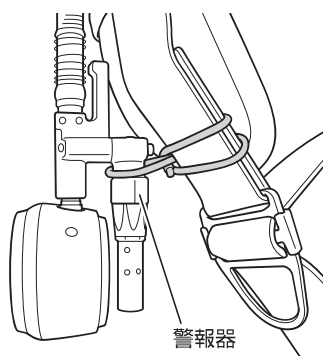
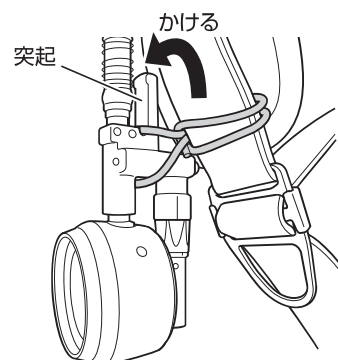

図 72 警報器にかける
図 73 突起にかける
3. ゴムバンドを警報器および突起に取り付ける。(図 72、図 73 参照)
- 図72、図73の警報器および突起への取付けと逆の要領で取り外してください
8. ゴムバンドを警報器および突起に取り付ける。(図72、図73参照)